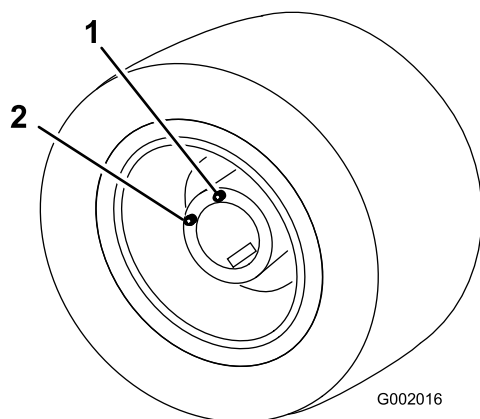

Figura 48
5. Spostate il veicolo lentamente finché la ruota si trova in posizione di riempimento come illustrato nella Figura 48